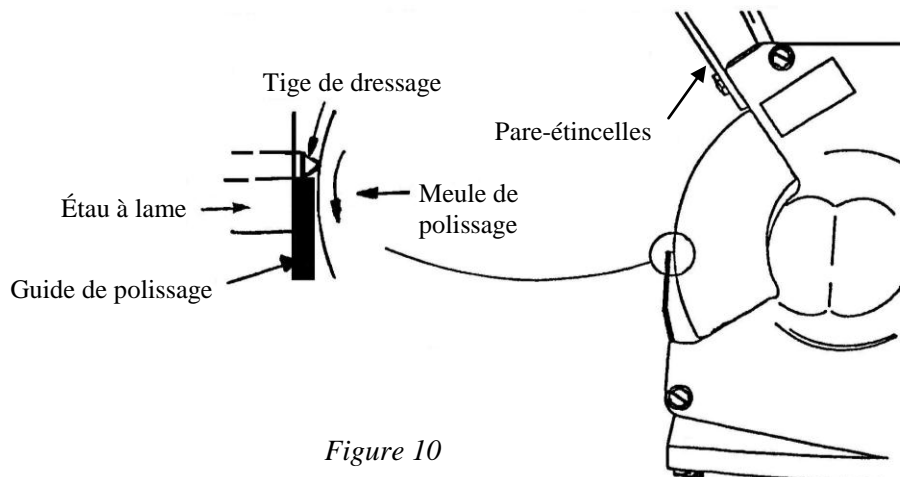

Figure 10
8.3.9 Dressage de la meule de polissage (voir la figure 10)